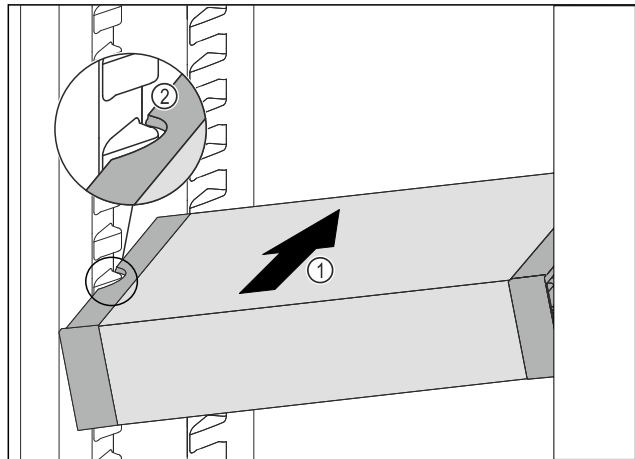

Fig. 75
- Inserire VarioSafe ad angolo nel vano frigorifero Fig. 75 (1), fino a quando le cavità laterali Fig. 75 (2) di VarioSafe non si trovano al livello della nervatura del contenitore nel vano frigorifero.